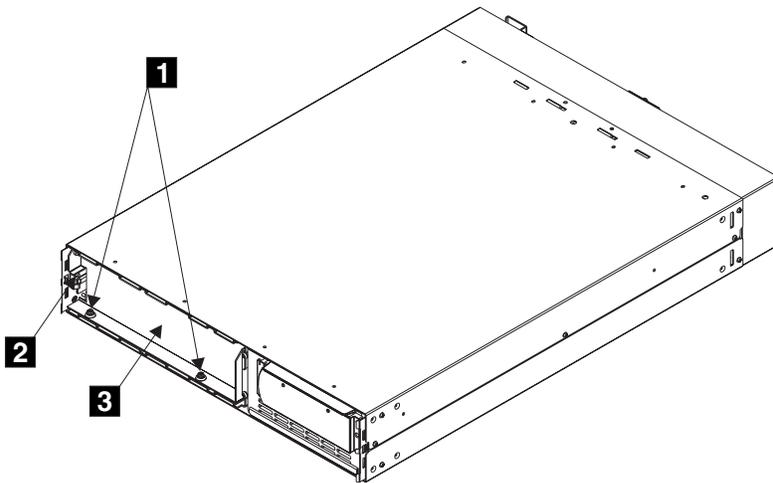

图 119. 卸下电池固定支架
- c. 卸下支架左侧的两个螺栓 **1** 和附加的螺母 **2**，并卸下电池固定支架 **3**。请参阅图 119。